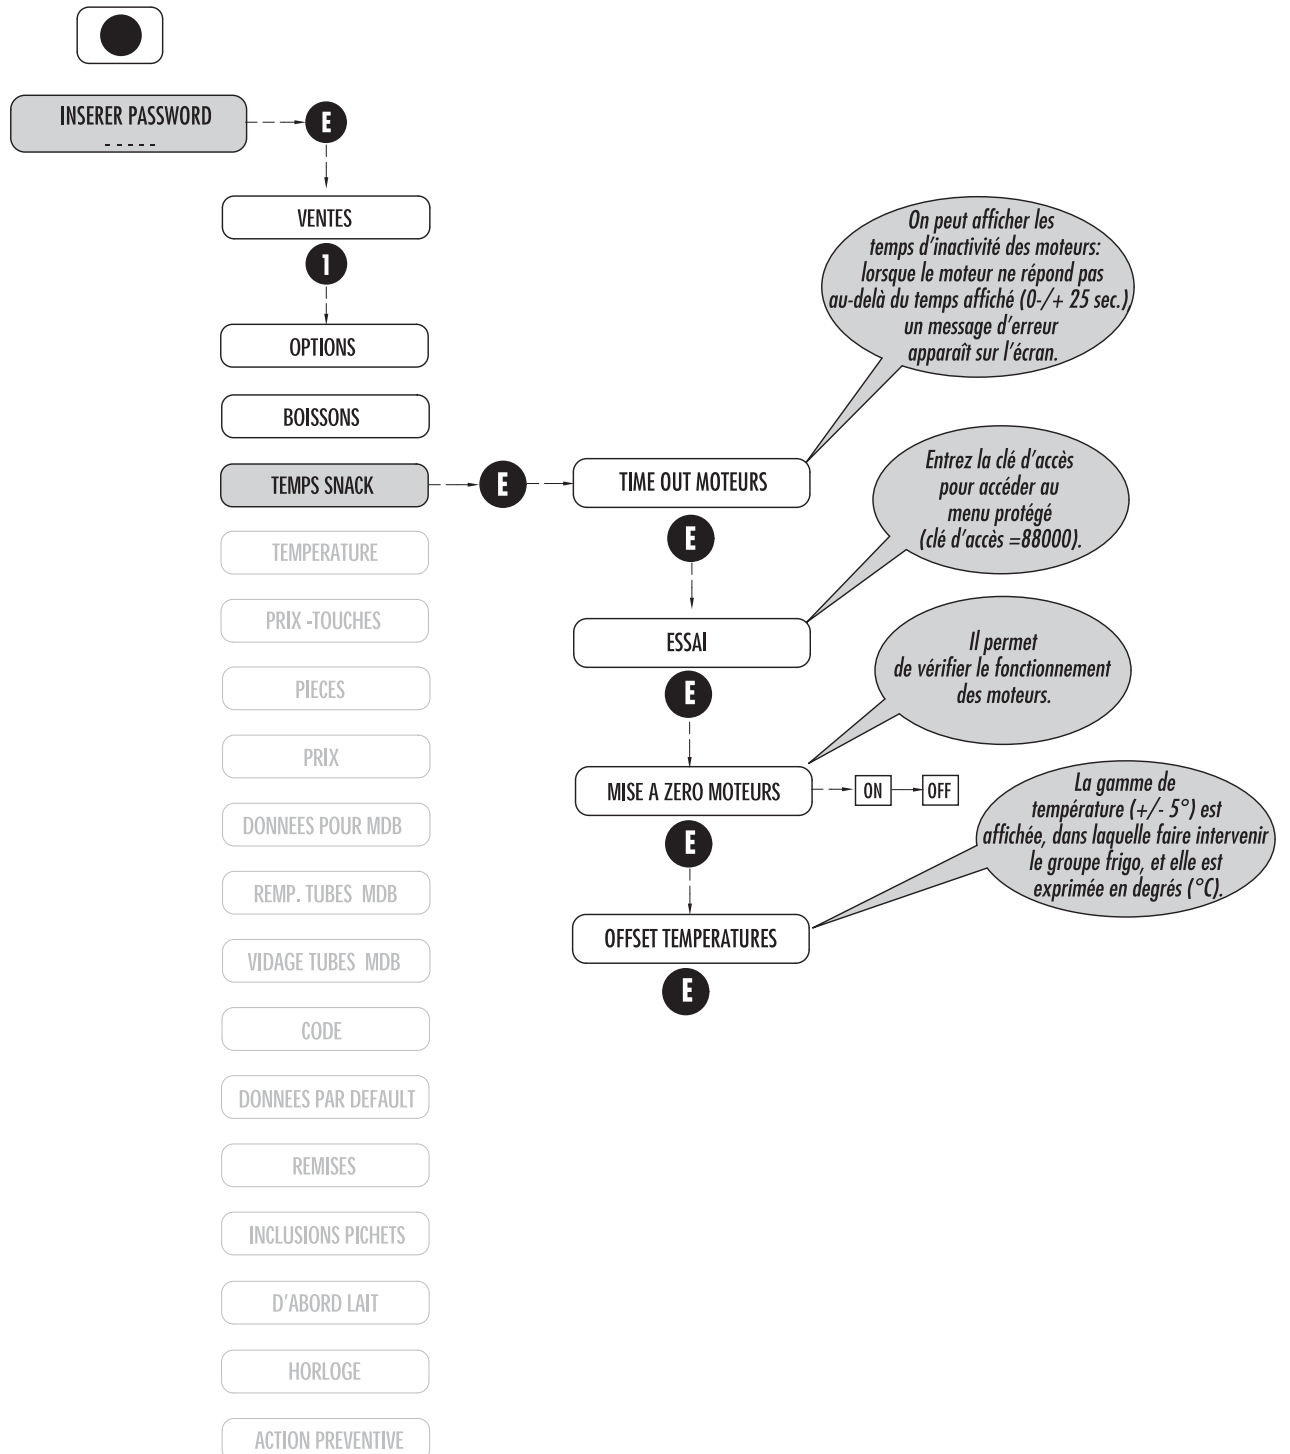

Fig. 7.7
7.2.4 TEMPS SNACK (avec Master/Slave) (Fig.7.7)